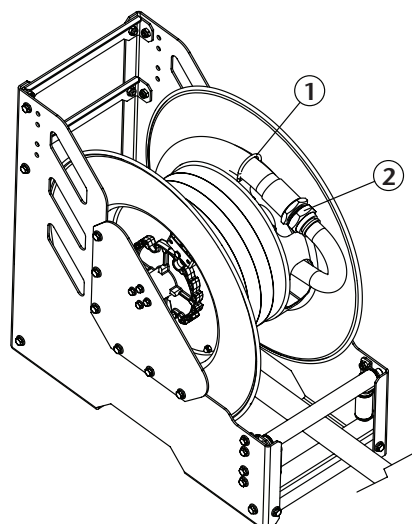

Fig. 5
2. Raccordez le nouveau tuyau au col de cygne (2), positionnez le collier (1) (Fig. 5) de manière à ce qu'il maintienne fermement le tuyau contre le tambour et commencez à ramasser le tuyau en tournant le tambour manuellement.
2. Retirez le couvercle (1) en desserrant ses écrous et débranchez le tuyau à col de cygne (2) (Fig. 5).